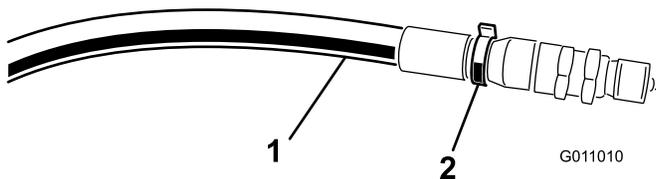

Figura 14
**Nota:** Marque a ligação de alta pressão com uma braçadeira ou algo semelhante para identificar a instalação correta da ligação (Figura 14).